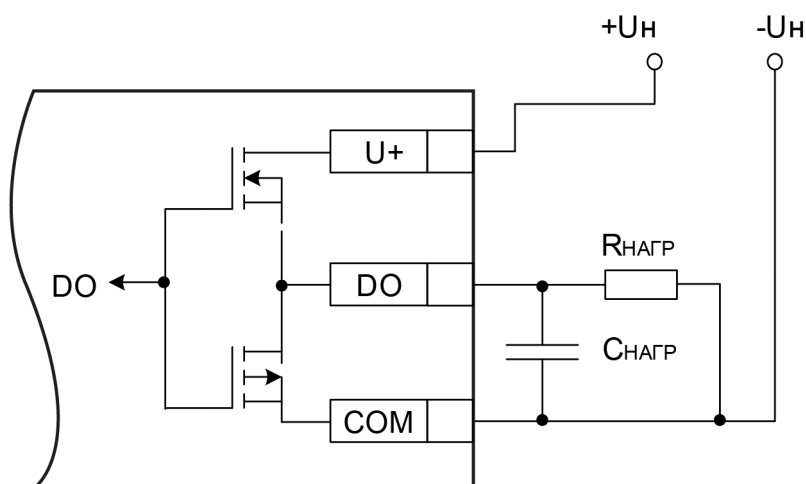

Рисунок 6.3 – Схема подключения нагрузки в режиме включения «верхний и нижний ключи»
- верхний и нижний ключи (рисунок 6.3) — для коммутации нагрузки с большей емкостью и меньшим током.